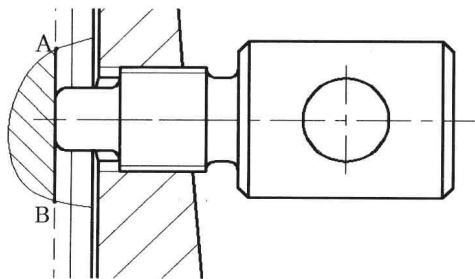

图6-6-10
(14) 在“特性”面板中选择线宽为“0.30毫米”，在“绘图”面板中单击“直线”按钮 \nearrow ，捕捉并单击点A和B，按Enter键，绘制一条粗直线。
(15) 单击“图案填充”按钮 \square ，打开“图案填充和渐变色”对话框，单击“添加：拾取点”按钮 \square ，在直线AB与样条曲线围成的封闭区域内单击，按Enter键；填充“图案”选择“ANSI31”，“角度”选择90.00，“比例”选择“0.5000”。单击“确定”按钮，图案填充完成，如图6-6-10所示。